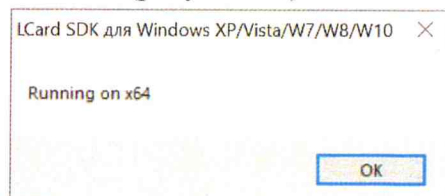

Рисунок 15
3) В появившемся окне нажмите «ОК» (рисунок 15).